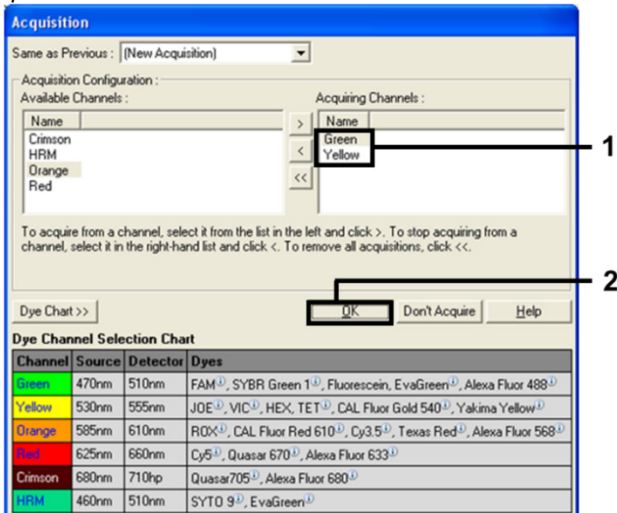

Figura 8. Acquisizione durante la fase di ciclaggio a 60 °C.
10. Selezionare Green e Yellow dall'elenco Available Channels (Canali disponibili), quindi fare clic su > per spostarli nell'elenco Acquiring Channels (Canali di acquisizione). Fare clic su OK (Figura 8).